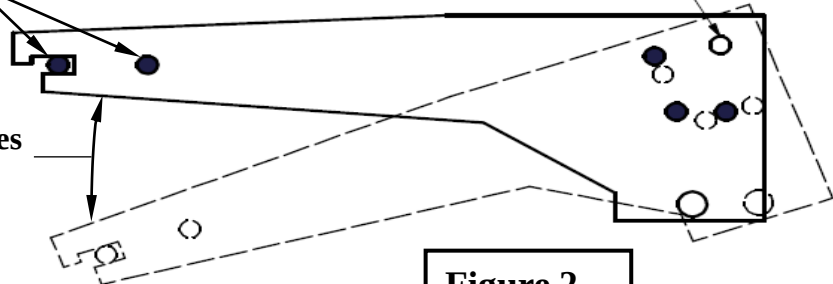

Figure 2
3. If bumper/hitch bracket is present. Remove 5 of the 6 bumper/hitch frame bracket on both sides of vehicle. Loosen the top rear most bolt to allow the bumper/hitch frame bracket to pivot. Note: Bolt location marked with a ● needs to be removed. (See Figure 2)
3. Si des supports de pare-chocs/d'attelage sont présents, enlever 5 de ces 6 supports des deux côtés du véhicule. Desserrer le boulon supérieur le plus à l'arrière pour permettre le pivotement du support de cadre de pare-chocs/d'attelage. Nota : Le boulon à l'emplacement marqué doit être enlevé. (Voir Figure 2)